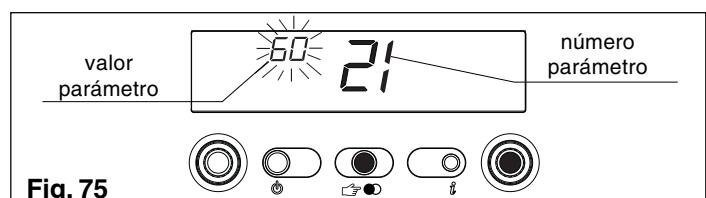

Fig. 75
- pulsar la tecla ENTER para acceder a la modificación del valor del parámetro. Pulsando la tecla ENTER destella el valor anteriormente configurado (fig. 75)
- pulsar la tecla ENTER para acceder a la modificación del valor del parámetro. Pulsando la tecla ENTER los dígitos destellan evidenciando el valor anteriormente configurado (fig. 43 C.A.I. - MIX C.S.I.; fig. 75 R.A.I. - MIX R.S.I.)